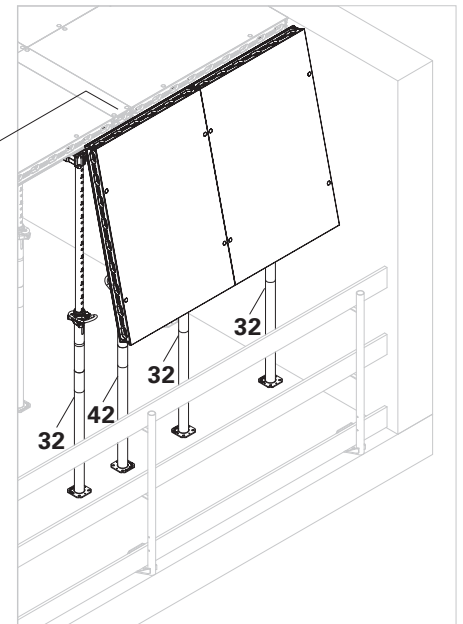

Fig. D4.06b
2. Accrocher, dans les têtes d'étais et les têtes pour bandes de décoffrage, les panneaux avec fixation d'étais montée. (Fig. D4.06b + D4.06d)